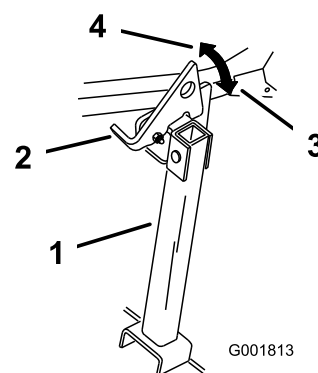

Figura 34
- Alzate il dispositivo di chiusura per sbloccarlo (Figura 34).